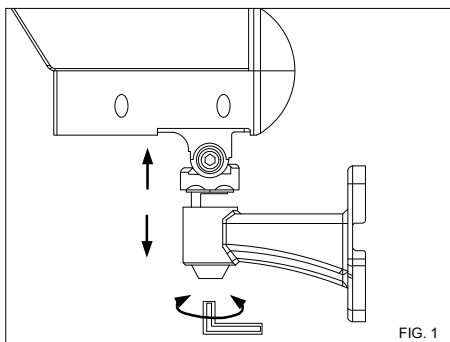
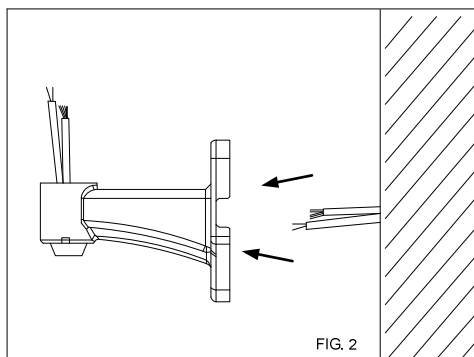

FIG. 1
FIG. 2
1. Primeiro retire a câmera IP da caixa. Solte o parafuso de ajuste horizontal com uma chave Allen. Então separe o suporte da câmera (FIG. 1). Coloque o cabo de alimentação e o cabo de rede através do suporte e depois fixe o suporte na parede (FIG. 2 e FIG. 3).